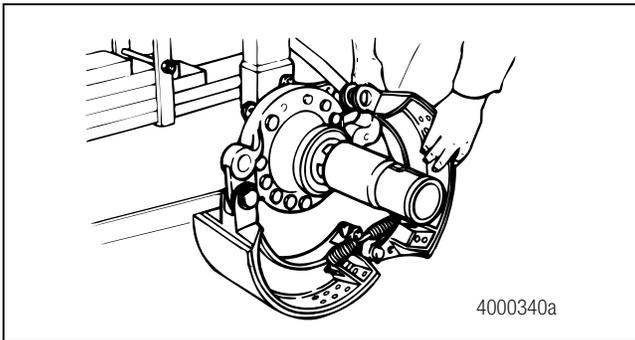

Figure 3.9
3. Faire pivoter le segment de frein supérieur pour libérer la tension du ressort de rappel de segment de frein. Déposer le segment de frein. Figure 3.9.